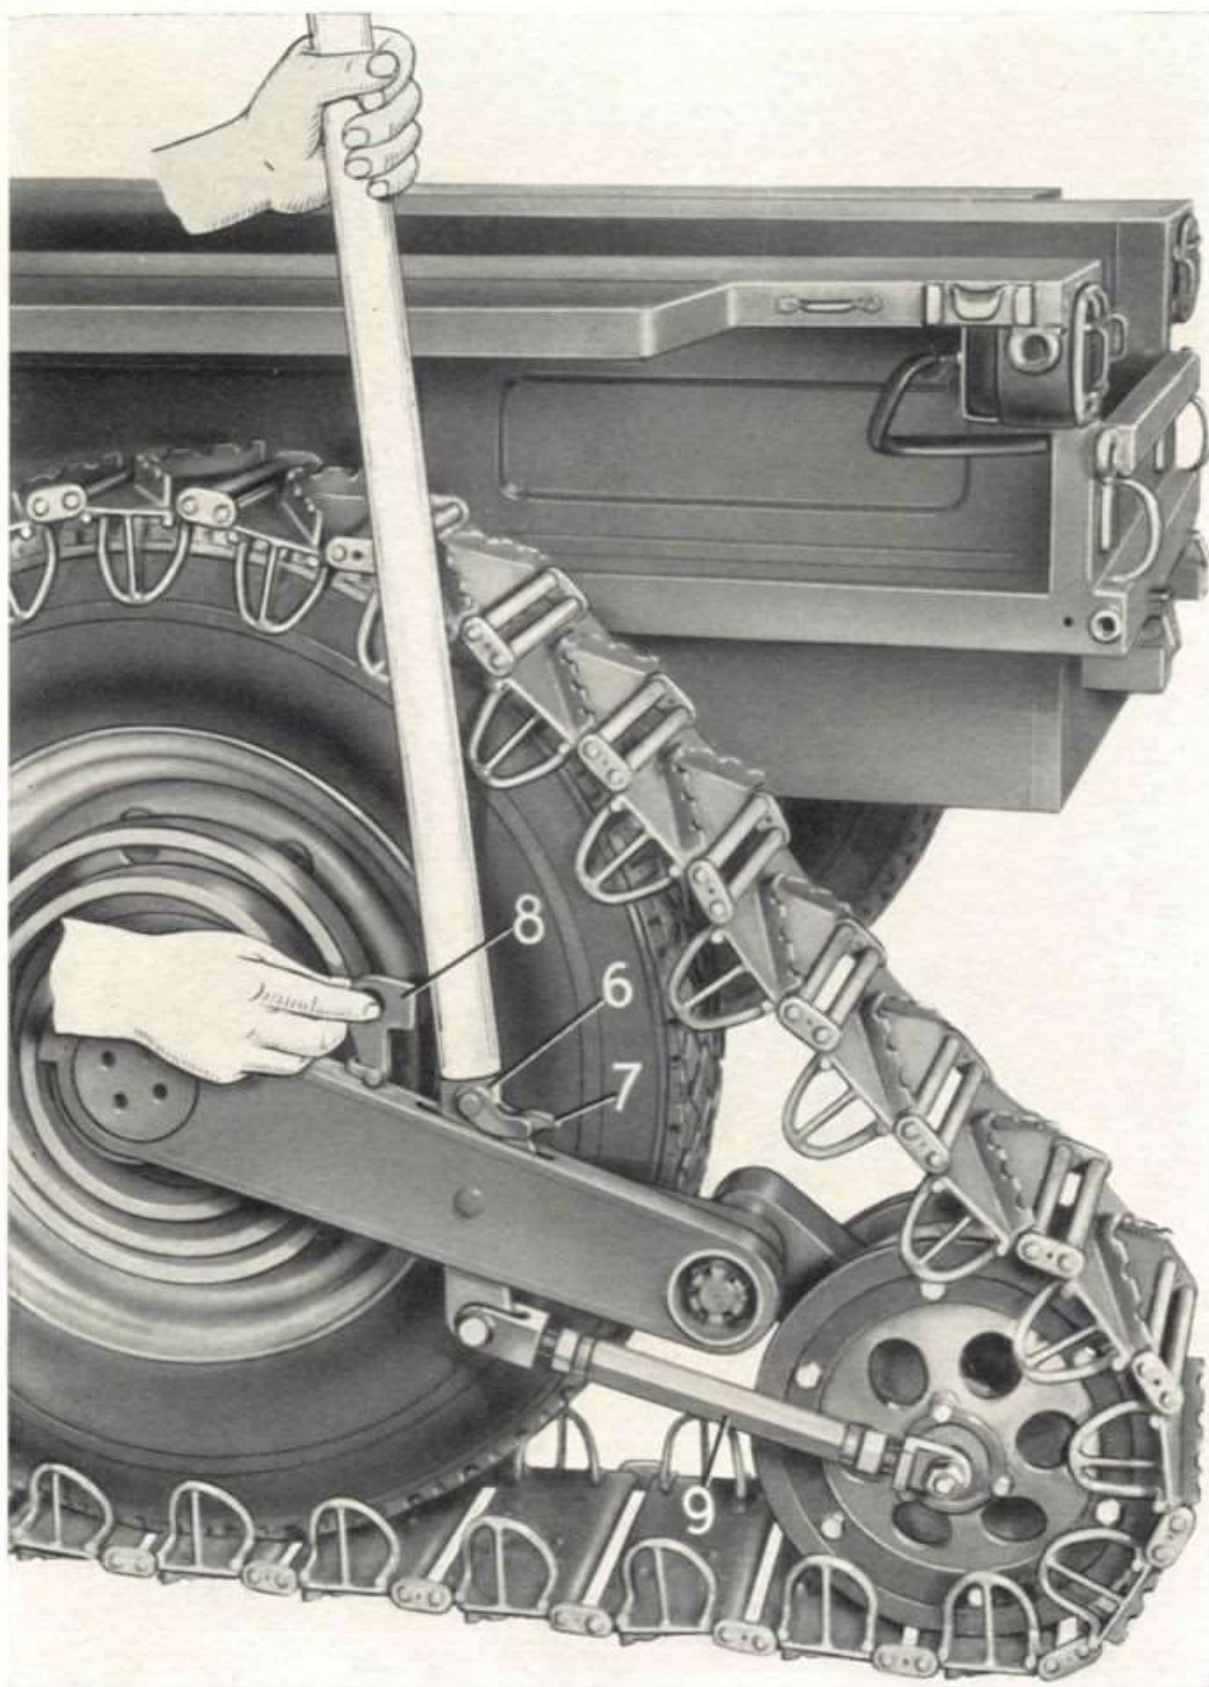

Fig. 17 - Come si tende il cingolo.
- 6° — disinnestare il saltarello anteriore e quello posteriore (8 e 7 di fig. 17) dalla loro sede; spostare la leva (6 di fig. 17) verso la parte posteriore del veicolo avvicinando i rotini alla ruota;
- 8° — per tendere il cingolo innestare l'apposito braccio sulla leva di tensione (6 di fig. 17) indi spostare il braccio verso la parte anteriore del veicolo sino all'innesto del saltarello posteriore (7 di fig. 17) nell'apposito alloggiamento; ottenuto ciò, ruotare il saltarello anteriore di bloccaggio (8 di fig. 17) nella sua sede.
Qualora, anche con tale accorgimento, non si rendesse agevole l'innesto del saltarello posteriore assicurarsi che il tenditore cingolo (9 di fig. 17) non sia eccessivamente lungo.
Ad operazione ultimata la tensione del cingolo deve risultare quella ottenuta e controllata in sede di manutenzione come spiegato nel capitolo « Controllo tensione cingoli » e dimostrato a fig. 42 bis; in caso contrario sarà sufficiente agire sul tenditore a vite (9 di fig. 17) onde assicurare una tensione corretta.